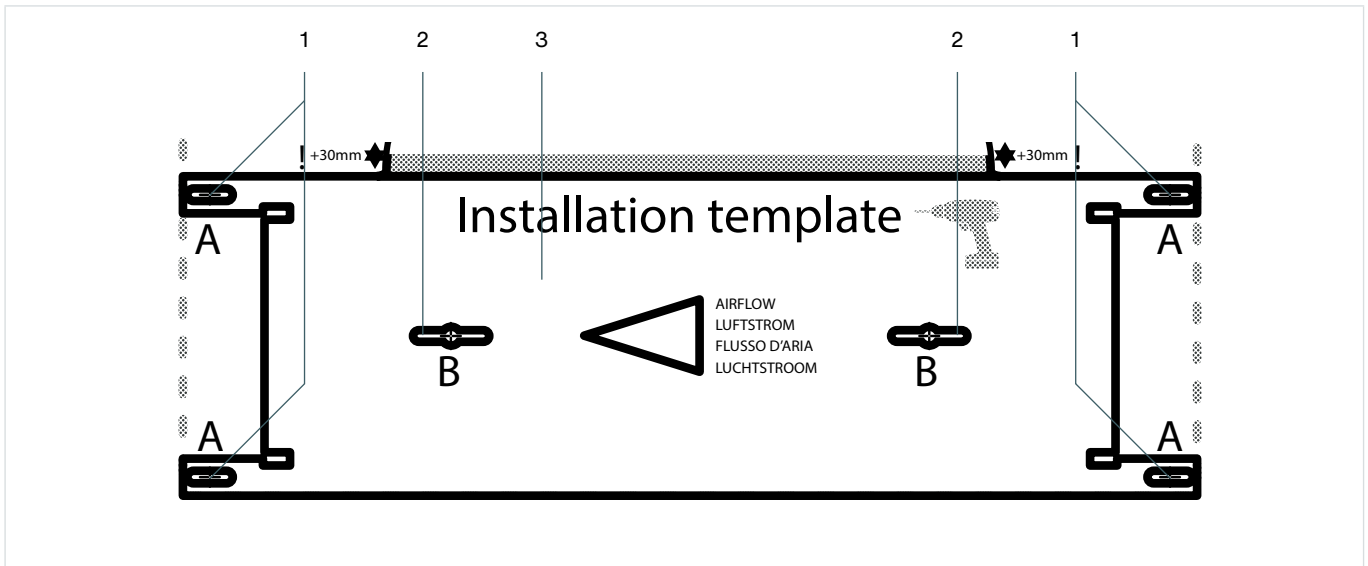

Abb. 5.4 – Montage VM
1. Befestigen Sie den VM-frame (Abb. 5.4, Pos. 3) mit Dübeln und Schrauben an der Wand oder Decke entsprechend Option A (Abb. 5.4, Pos. 1) oder Option B (Abb. 5.4, Pos. 2). Verwenden Sie Dübel und Schrauben, die für die jeweilige Wand oder Decke geeignet sind.